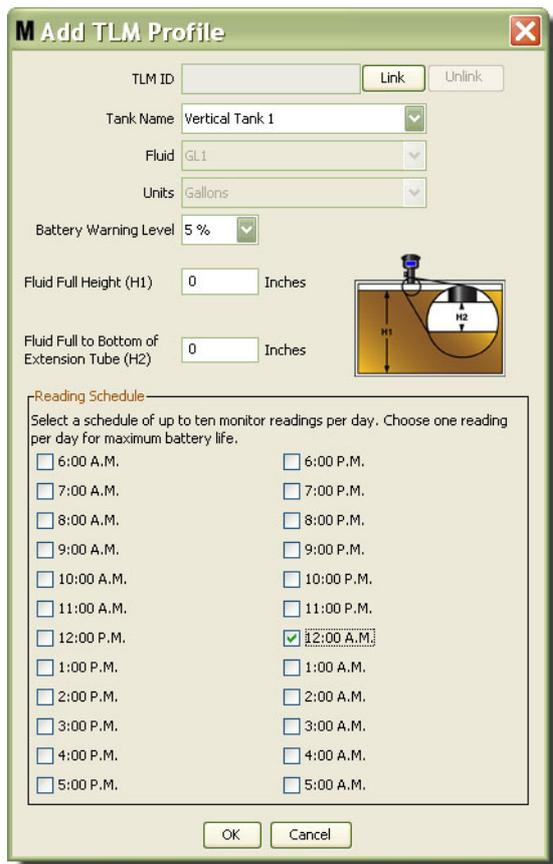

FIG. 108
3. È visualizzata la schermata Add TLM Profile (Aggiungi profilo TLM) mostrata nella FIG. 108.
2. Sulla schermata del PC illustrata nella FIG. 108, selezionare il pulsante Link (Collega) e dall'elenco a discesa selezionare il TLM per il quale si sta creando questo profilo. Questo collegherà il TLM al PC Matrix e consentirà la comunicazione tra i due dispositivi nel sistema.
Dopo aver fatto clic sul pulsante "Link" (Collega), tale pulsante nella FIG. 108 non sarà più attivo e lo sarà invece un pulsante "Unlink" (Scollega). Facendo clic sul pulsante "Unlink" (Scollega) si interrompe l'associazione tra questo TLM e il PC Matrix.